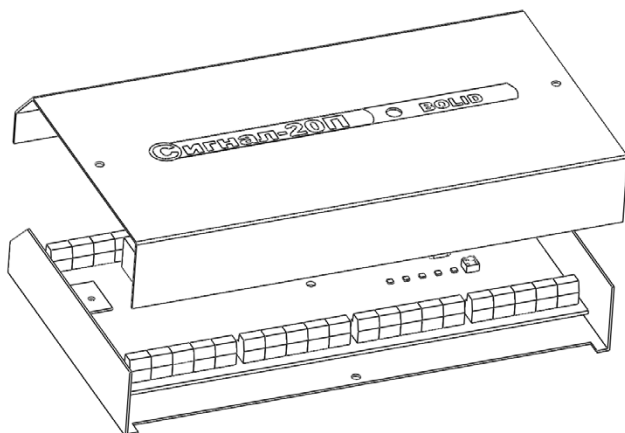

Рисунок 16. Снятие крышки блока Сигнал-20П исп.01
2.3. Снимите крышку Сигнал-20П и Сигнал-20П исп.01 в порядке, указанном на Рисунок 15 и Рисунок 16.